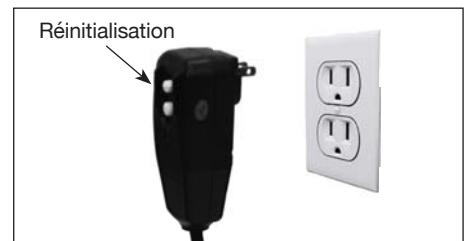

Figure 17 - Prise de terre/bouton de réinitialisation
6. Branchez le cordon d'alimentation dans une prise de courant de 120 volts mise à la terre qui est sur un circuit réservé. Ne pas utiliser de rallonges. Enfoncez le bouton de réinitialisation sur l'adaptateur de fiche à disjoncteur de fuite à la terre. Vous devez suivre cette procédure chaque fois que l'appareil est branché dans une prise. (Figure 17)